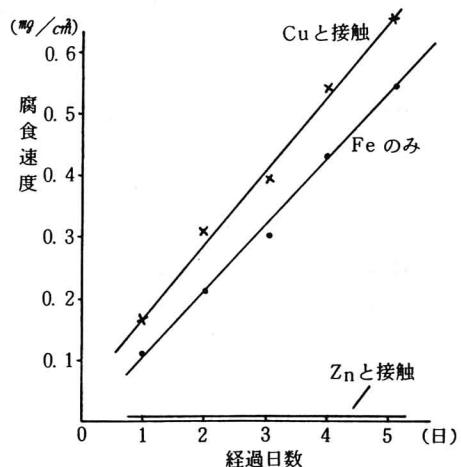

図3 異種金属の接触による鉄の腐食速度
(1) 方 法
- ① 鉄板、銅板、亜鉛板の表面を紙ヤスリでよく磨き、乾いた布でふきとる。
- ② 鉄板(7.5cm×4.5cm)15枚、銅板・亜鉛板(4.5cm×4.5cm)各々5枚準備し、各金属の質量を測定する。
- ③ 200mlビーカー5個に鉄板を、5個には銅板を接触させた鉄板を、5個には亜鉛板を接触させた鉄板を入れ、各々に5%食塩水を鉄板が全部ひたるまで入れる。
- ④ 一日ごとにビーカーより鉄板のみ、亜鉛板と接触させた鉄板、銅板を接触させた鉄板を取り出し、各金属の表面をタワシでこすり水洗する。ろ紙で表面の水分を除き風乾する。
- ⑤ 各金属の質量を測定し、各金属の減量(mg)を表面積で除した値を腐食速度(mg/cm^2)としグラフ化させる。
(2) 結 果
- ① 鉄板のみ、銅板に接触させた鉄板はさびを生ずる。鉄板に接触させた亜鉛板より白色物質が生ずる。
- ② 鉄板の腐食速度は、鉄板のみより銅板を接触させた鉄の方が腐食されやすく、亜鉛板を接触させた鉄は全く腐食されない(図3)
- ③ 鉄板と接触させた銅は全く腐食されず、鉄板と接触させた亜鉛板は腐食される。
(3) 考 察